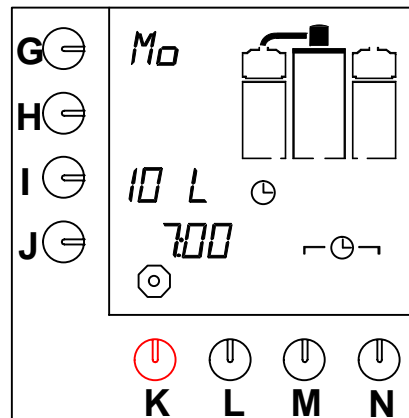

Fig. 15 Tidur vänteläge
- Klockan på displayen börjar blinka och systemet kommer att brygga kaffe vid den inställda tidpunkten. Displayen visar vänteläget (fig. 15).